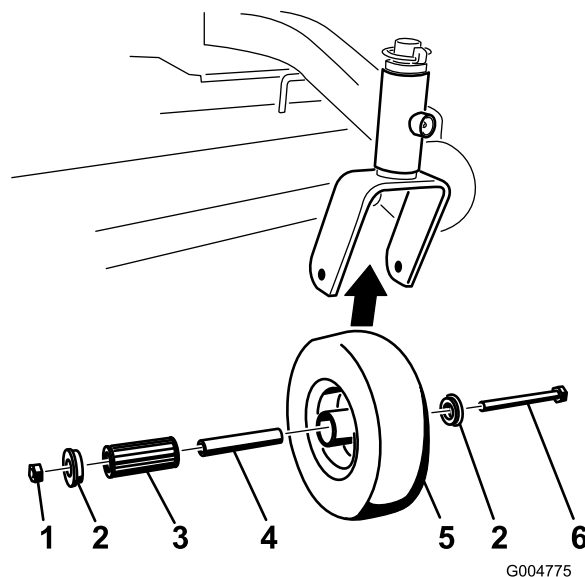

Figure 59
- Enlevez le contre-écrou et le boulon de fixation de la roue pivotante à la chape (Figure 59).
- Enlevez une bague, puis sortez la douille pour clé et le roulement à rouleaux du moyeu de roue (Figure 59).
3. Enlevez l'autre bague du moyeu, puis nettoyez la graisse et les saletés éventuellement présentés dans le moyeu (Figure 59).
4. Examinez l'usure du roulement à rouleaux, des bagues, de la douille pour clé et de l'intérieur du moyeu. Remplacez les pièces endommagées ou usées (Figure 59).
5. Pour le remontage, placez une bague dans le moyeu de la roue. Lubrifiez le roulement à rouleaux et la douille pour clé, et insérez-les dans le moyeu. Mettez la deuxième bague dans le moyeu (Figure 59).
6. Montez la roue pivotante dans la chape à l'aide du boulon et du contre-écrou. Serrez le contre-écrou jusqu'à ce que la base de la douille pour clé soit en appui contre l'intérieur de la chape (Figure 59).